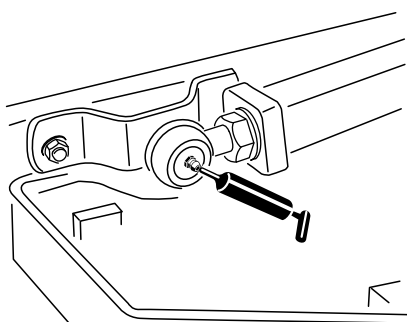

Bild 53
- Zwei Hubarm-Kugelgelenke (Bild 53)